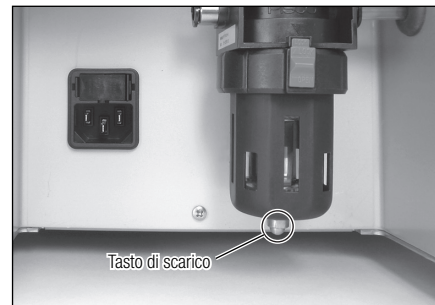

Fig. 27
- 1) Quando si accumula dell'acqua nel contenitore del filtro dell'aria premere il tasto di scarico al di sotto del contenitore per drenare il filtro dell'aria (Fig. 27).